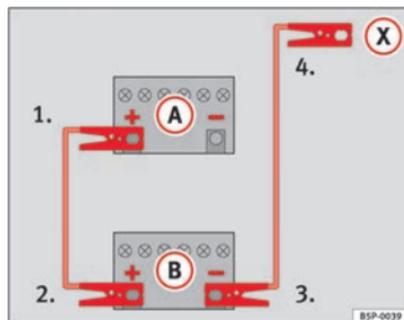
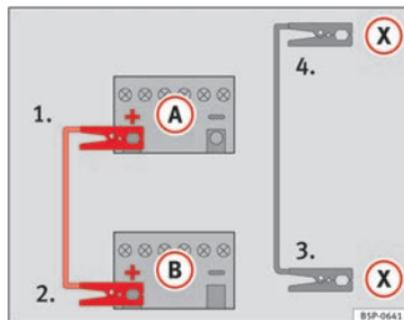

Fig. 131 Esquema de conexión para vehículos sin sistema Start Stop.
Fig. 132 Esquema de conexión para vehículos con sistema Start Stop.
- Emborne un extremo del cable *rojo* de emergencia al polo positivo (+) del vehículo con la batería descargada (A) ⇒ fig. 131.
- Emborne el otro extremo del cable *rojo* de emergencia al polo positivo (+) del vehículo que suministra la corriente (B).
- Emborne un extremo del cable *negro* de emergencia al polo negativo (-) del vehículo que suministra la corriente (B) ⇒ fig. 131.
- Emborne el otro extremo del cable *negro* de emergencia (X), en el vehículo con la batería descargada, a una pieza de metal maciza que vaya atornillada al bloque motor o al mismo bloque motor pero más alejado posible de la batería (A).
- Emborne un extremo del cable *rojo* de emergencia al polo positivo (+) del vehículo con la batería descargada (A) ⇒ fig. 132.
- Emborne un extremo del cable *negro* de emergencia (X) a un terminal de masa adecuado, a una pieza de metal maciza que vaya atornillada al bloque motor o al mismo bloque motor ⇒ fig. 132.